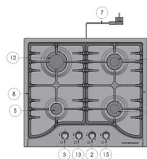

Рисунок 6
- Для обеспечения нормальной работы варочной панели, решетки и части конфорок должны быть установлены в правильном положении (Рис. 6).